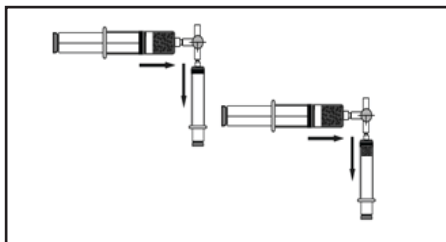

Figura 15.
- 5.2 Trasferire le microsfere da una siringa di caricamento alla siringa di rilascio tramite il rubinetto di arresto a 3 vie collegato. Scollegare la prima siringa di caricamento e collegare la seconda. Trasferire le microsfere alla siringa di rilascio (Figura 15).